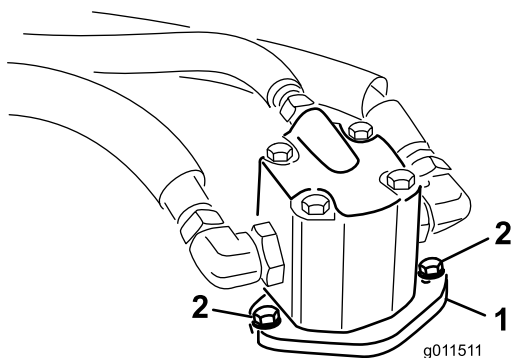

Bild 1
2. Entfernen Sie die Schrauben, mit denen der Hydraulikmotor am Mähwerk befestigt ist (Bild 1). Heben Sie den Motor vom Mähwerk ab und legen ihn auf eine saubere, abgelegene Oberfläche. Beschädigen Sie nicht die Aluminiumkupplung.